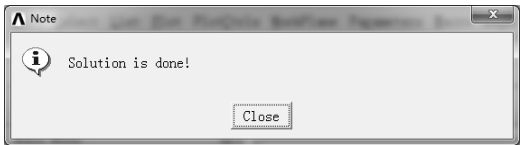

图 9-81 “Note”对话框
2) 选择“Main Menu>Solution>Solve>Current LS”命令，弹出求解信息窗口，其中“/STATUS Command”窗口显示所要计算模型的求解信息和载荷步信息。单击“Solve Current Load Step”对话框中的“OK”按钮，程序开始求解，求解完成后弹出“Note”对话框，如图 9-81 所示。单击“Close”按钮关闭。